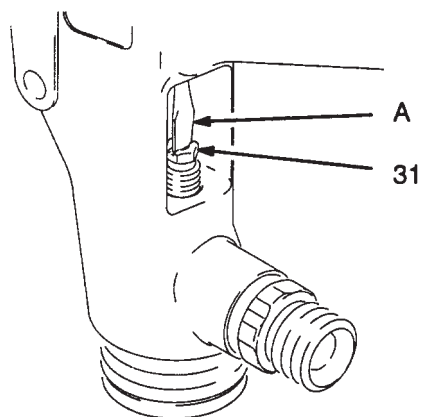

Fig. 7
2. Posizionare la vite di regolazione delle guarnizioni (31) al di sopra del gruppo guarnizione ed inserire e filettare all'interno della pistola. Smontare quindi lo spillo.
3. Inserire un cacciavite a lame sottili (A) attraverso la parte posteriore della pistola e all'interno della vite di regolazione delle guarnizioni (31), come illustrato nella Fig. 7. Prestare attenzione a non intaccare o danneggiare i componenti con l'utensile. Ruotare la vite mediante il cacciavite (3 giri); la guarnizione sarà ancora allentata.